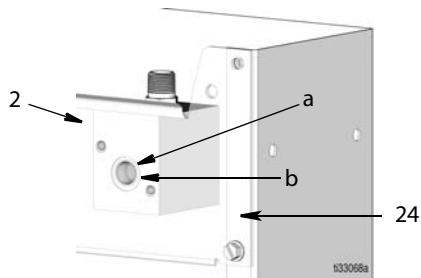

Рис. 10
3. Установите распределитель (2) внутри стойки для раздачи масла таким образом, чтобы отверстие (a) в передней части распределителя совпало с отверстием (b) на передней панели (24) как показано на Рис. 10.